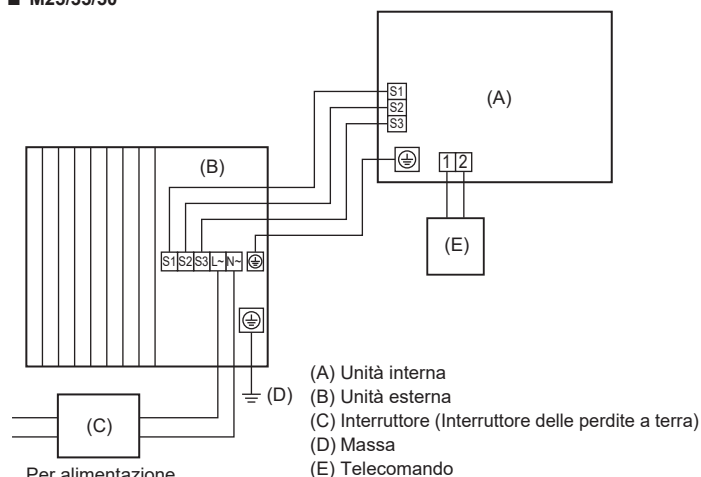
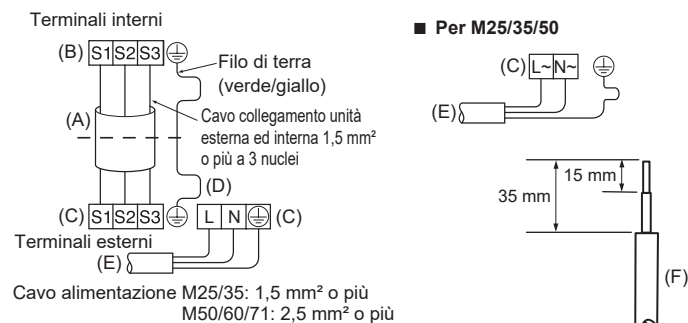
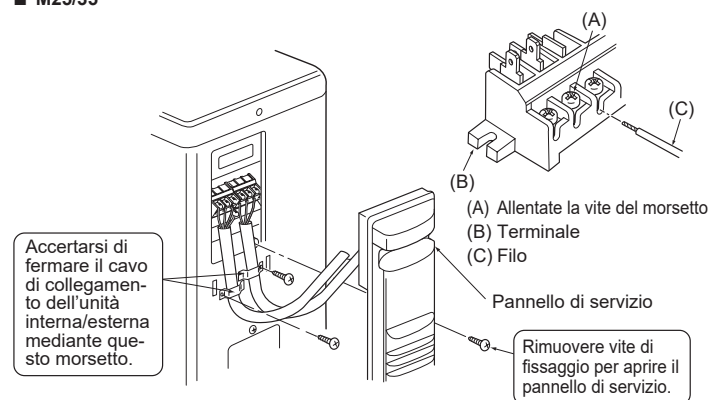

Fig. 6-1
Fig. 6-2
Fig. 6-3
6.1. Unità esterna (Fig. 6-1, Fig. 6-2, Fig. 6-3, Fig. 6-4, Fig. 6-5)
(1) Rimuovere il pannello di servizio.
(2) Collegare i cavi facendo riferimento alla Fig. 6-1, Fig. 6-2, Fig. 6-3, Fig. 6-4 e Fig. 6-5.
- Eseguire i collegamenti elettrici seguendo lo schema ripreso qui sotto a sinistra (Procurarsi il cavo localmente). (Fig. 6-2)
- (A) Cavo di collegamento
- (B) Terminali interna
- (C) Terminali esterna
- (D) Installare sempre un filo di terra più lungo degli altri cavi.
- (E) Cavo di alimentazione
- (F) Filo